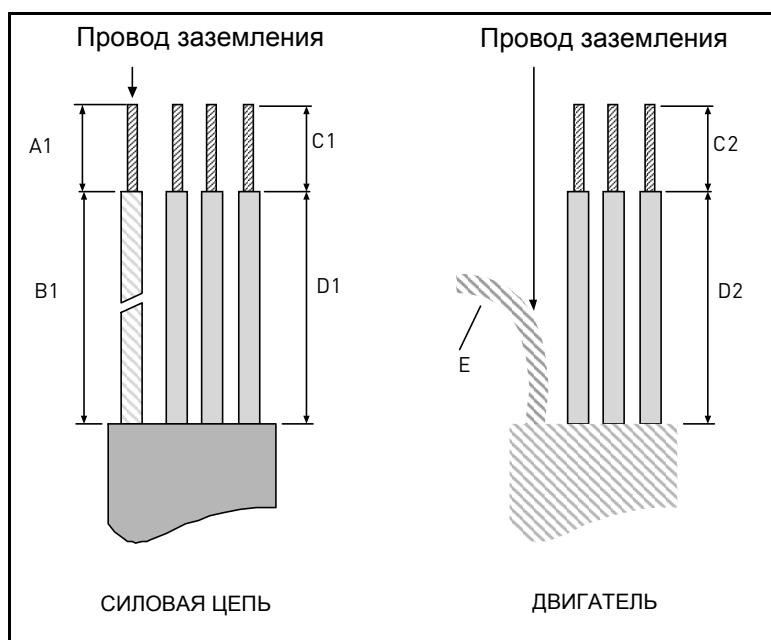
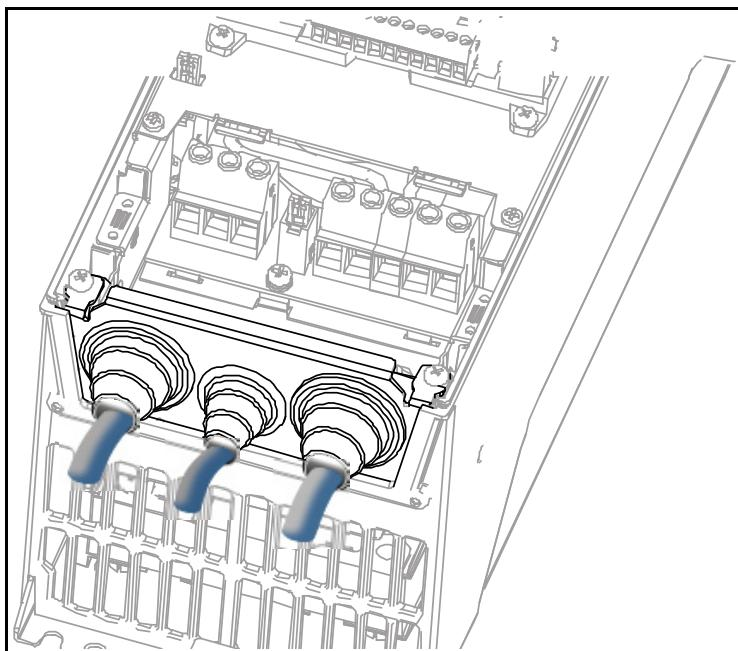
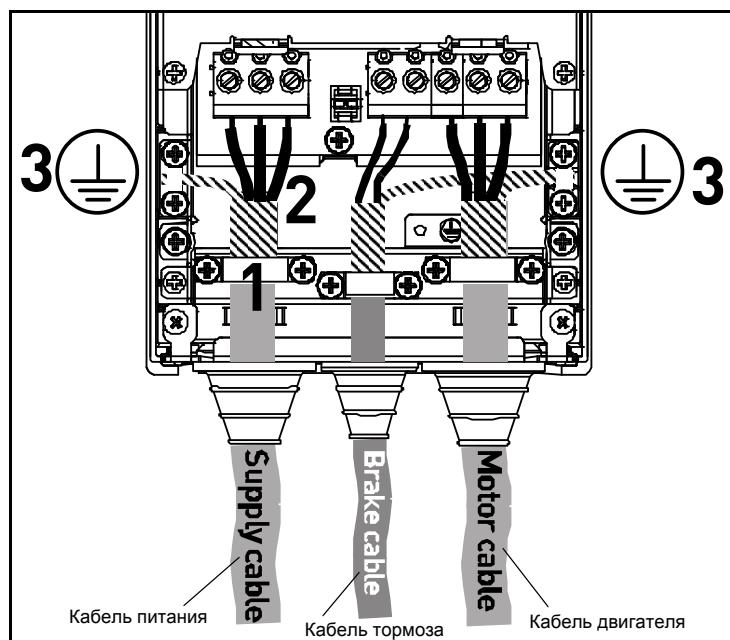

Рисунок 18. Зачистка кабелей
Рисунок 24.
Рисунок 25.
Снимите кабельные зажимы и зажимы для заземления (рис. 24) и поместите плату ввода с кабелями в пазы в корпусе привода переменного тока (рис. 25).
Подсоедините защищенные кабели (см. рис. 18 и Таблица 12), как показано на рис. 25.
- Обнажите экраны трех кабелей, чтобы обеспечить их соединение по всей окружности (360 градусов) с кабельным зажимом (1).
- Подсоедините (фазные) провода питания, тормоза и двигателя к соответствующим клеммам (2).
- Свейте в косы оставшиеся части кабельного экрана на всех трех кабелях и соедините косы с зажимами, как показано рис. 25 (3). Длина скрученных экранов должна быть достаточна **только** для присоединения их к клеммам, но не более того.